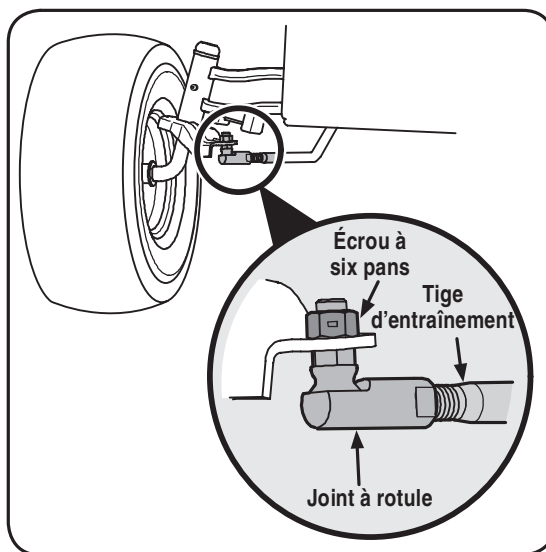

Figure 5-3
1. Enlevez l'écrou hex. sur le dessus du joint à rotule. Voir la Figure 5-3.